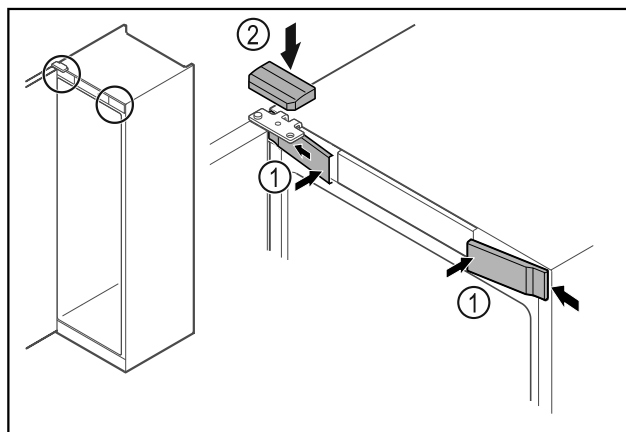

Fig. 59
- Enganchar las cubiertas delanteras Fig. 59 (1) lateralmente y encajarlas.
- Encajar la cubierta superior Fig. 59 (2) desde arriba.